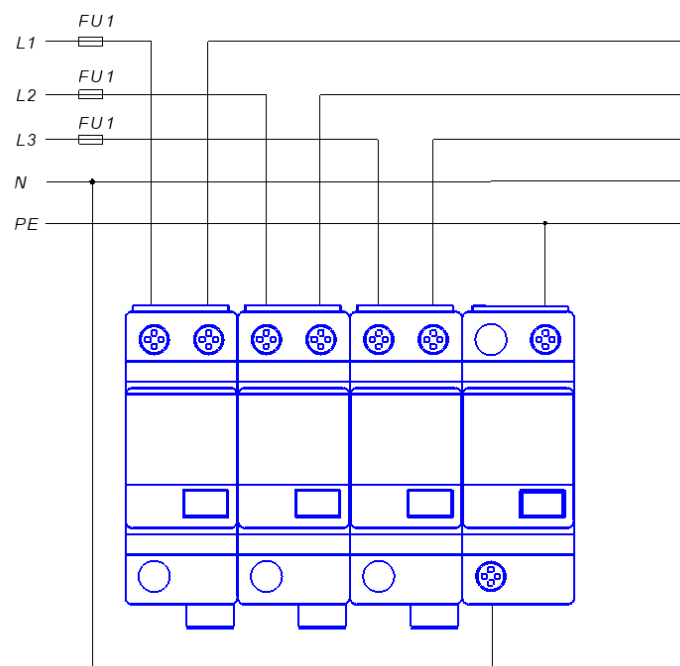

Рисунок 4 - Подключение УЗИП по схеме «V»
1.5.6 Подключение УЗИП по схеме «V» показано на рис. 4. Защитные предохранители FU1 устанавливаются на вводе в электроустановку, их номинал 25 А gG.